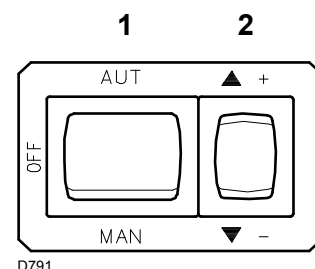
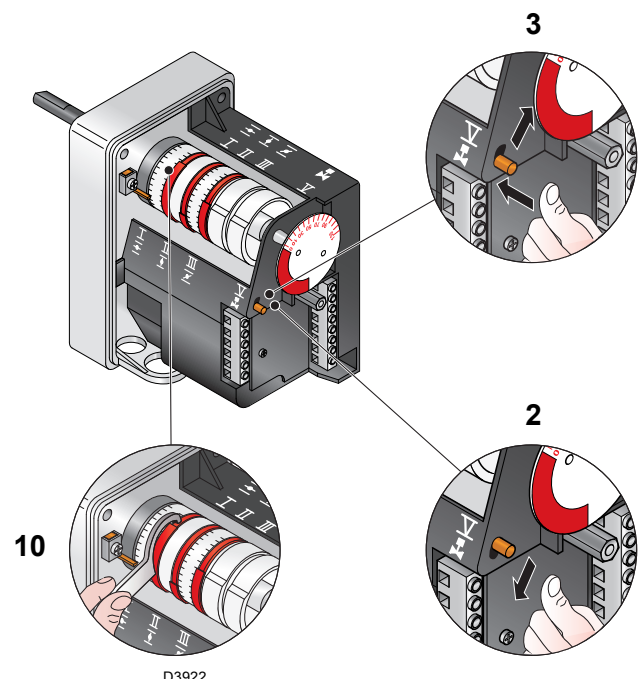

Fig. 27
Fig. 29
Cerrar los termostatos/presostatos y poner el interruptor de la Fig. 27 en la posición "MAN".
Apretar ahora el pulsador 2)(Fig. 27) "aumento de potencia" y mantenerlo apretado hasta que el servomotor haya abierto el registro del aire y la válvula de mariposa del gas.
Presionar el botón 2)(Fig. 27) “disminución de potencia” y mantenerlo apretado hasta que el servomotor haya cerrado el registro del aire y la válvula de mariposa del gas hasta 65° (ajuste de fábrica).
- Si es necesario disminuirlo, reducir un poco el ángulo de la leva III (Fig. 29) mediante cortos desplazamientos consecutivos, es decir, pasando del ángulo 65° a 63° - 61°....
- Si se desea aumentarlo, pulsar un poco el pulsador “aumento de potencia” 2)(Fig. 27) (abrir de 10-15° la válvula de mariposa del gas), aumentar el ángulo de la leva III (Fig. 29) mediante cortos desplazamientos consecutivos, es decir, pasando del ángulo de 65° a 67° - 69°....
pulsar un poco el botón “aumento de potencia” 2)(Fig. 27) para que el servomotor gire aproximadamente 15°. Regular los tornillos hasta obtener una combustión óptima. Proceder del mismo modo con los demás tornillos. Prestar atención para que la variación del perfil de la leva sea progresiva.
Apagar el quemador mediante del interruptor 1)(Fig. 27), posición OFF, desbloquear la leva 4 del servomotor, presionando y desplazando hacia la derecha el pulsador 3), y comprobar varias veces, haciendo girar con la mano la leva 4) hacia adelante y hacia atrás, que el movimiento sea suave y sin atascos.